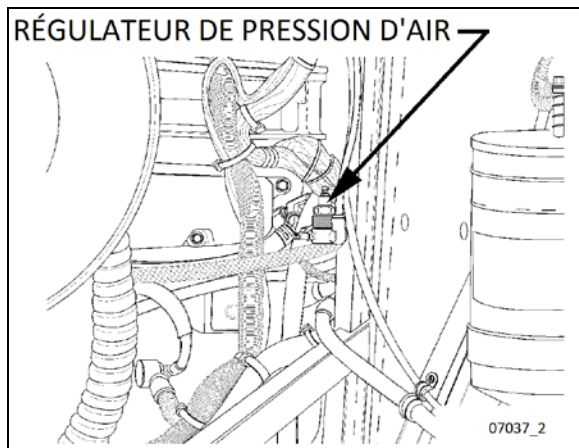

FIGURE 14: RÉGULATEUR DE PRESSION (TYPIQUE)
24. Régler la pression du ralentisseur à 80 ± 3 psi au moyen du régulateur de pression d'air. Pour plus d'information, se reporter à la section 12 : *Circuit De Freinage Et D'air*, sous « *Régulateur De Pression D'air* ». Le régulateur de pression d'air se trouve à l'arrière du compartiment moteur, du côté droit (Figure 14) ou dans le compartiment de service arrière droit.